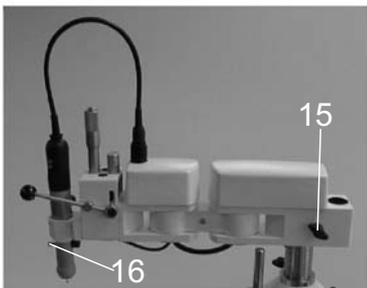

Abb. 1
Die Frässpindel kann nach dem Abziehen des Lichtkopfes und Lösen der Rändelschraube (13) entfernt werden (nach oben ausziehen). Um den zum Lieferumfang gehörenden Lichtkopf zu entfernen, muss die Rändelschraube (16) (Abb. 1) gelöst und der Lichtkopf vorsichtig nach unten abgezogen werden.